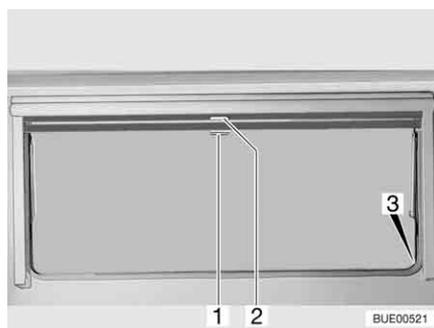

Fig. 10 Finestra apribile
- Tirare verso il basso l'oscurante a rullo accompagnandolo con la maniglia (Fig. 10,2). Quando si chiude completamente l'oscurante a rullo esso va agganciato da entrambi i lati del telaio della finestra nell'apposito elemento di fissaggio (Fig. 10,3).
- Tirare la maniglia (Fig. 10,1) della zanzariera a rullo verso il basso e agganciarla all'elemento di fissaggio (Fig. 10,3) su entrambi i lati del telaio della finestra.
- Spingere la maniglia (Fig. 10,1) verso il basso tirandola leggermente verso l'interno. Sganciare la zanzariera a rullo dagli elementi di fissaggio a destra e a sinistra del telaio della finestra.